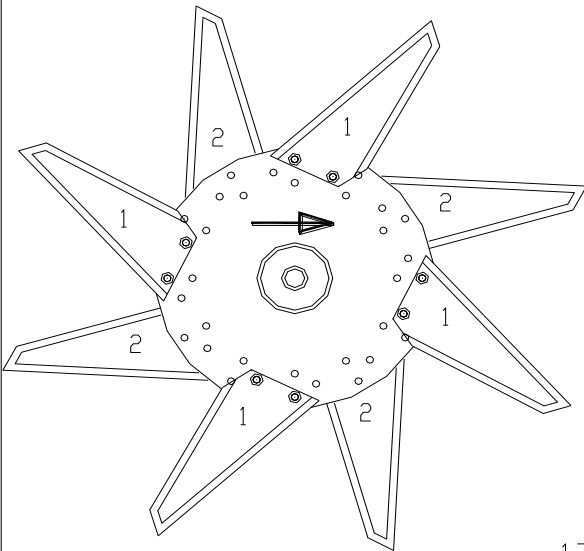

Fig. 4.
7. Na wirniku można zamontować noże głębokiego cięcia (standardowo dostarczane z maszyną), jak pokazano na rys. 4. Na rys. 4. pokazano cztery noże zamocowane równomiernie na tarczy. Na następnej tarczy noże powinny być przesunięte. Na rys.4 oznaczono to numerami noży. Jedyńka oznacza pierwszą tarczę, itp. Noże należy zamontować dokładnie tak, jak pokazano na rys.4. Więcej informacji o nożach i ich montażu podano w rozdziale 12.